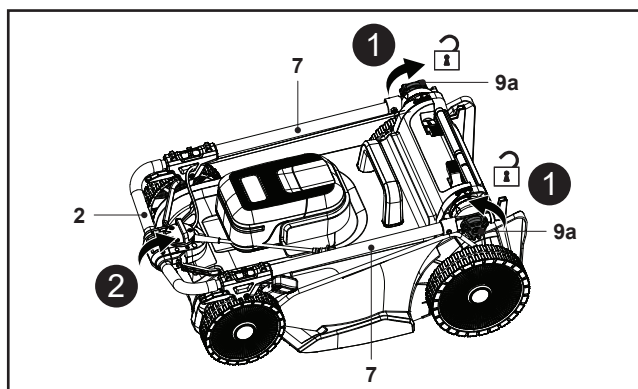

Fig. 1
2. Desaperte os dois botões de bloqueio (9a) para a esquerda nos guidadores inferiores (7), mas não os remova (Fig. 1, passo 1).
3. Segure a pega (2) com uma mão e desdobre o respetivo conjunto (5, 7) (Fig. 1, passo 2).